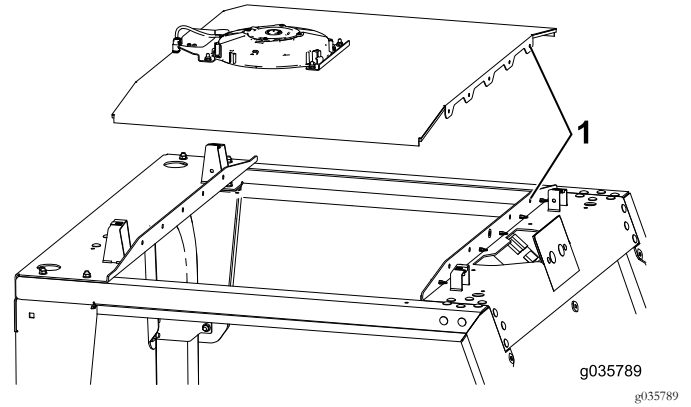

Figura 4
- Coloque el conjunto de techo en la máquina, alineando los orificios de remaches en el conjunto con los orificios de remache de la máquina (Figura 4).